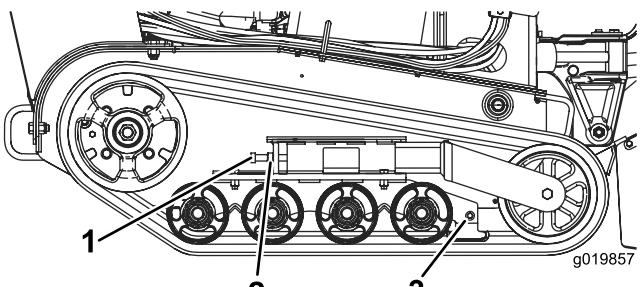

Bild 48
3. Lösen Sie die Klemmmutter an der Spurspannschraube (Bild 48)
4. Ziehen Sie die Spannschraube mit 32,5 bis 40,7 Nm fest, um die Kette zu spannen (Bild 48).
4. Lösen Sie die Spannschraube und Klemmmutter (Bild 48).